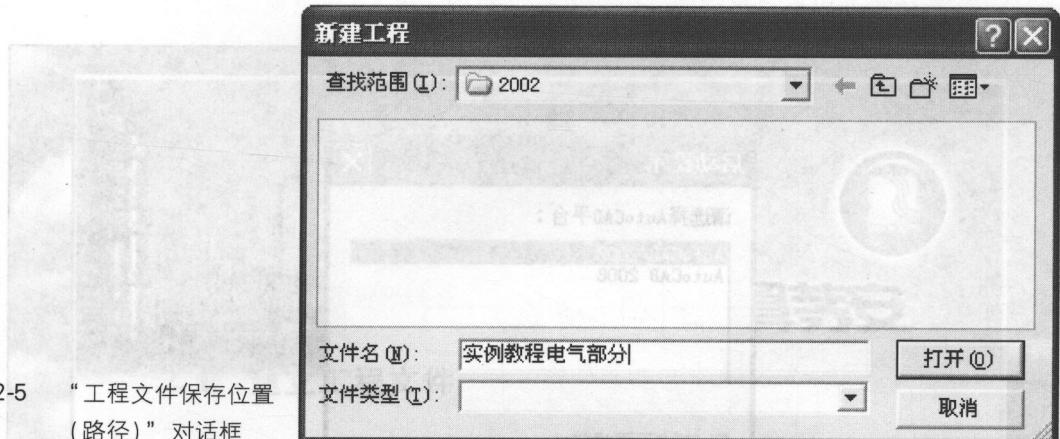

图 2-5 “工程文件保存位置
点击按钮【是 (Y)】，弹出“工程文件保存位置（路径）”对话框（图 2-5）。